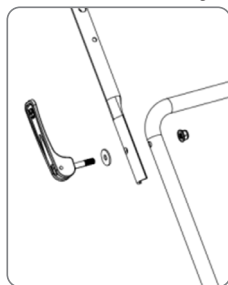

Fig. 2
2. Monte la parte superior del manillar sobre la parte inferior. Pase el perno de bloqueo rápido a través de la arandela plana Ø8, luego ensamble las partes superior e inferior del manillar y apriete con una tuerca M8 (Fig. 2).